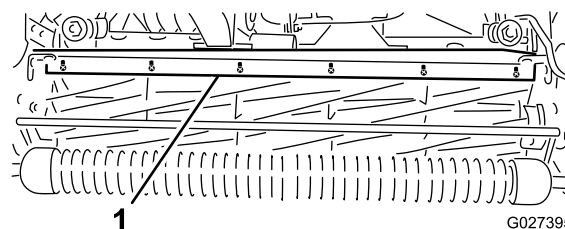

Figura 54
- Afloje los tornillos que fijan la barra superior (Figura 54) a la unidad de corte.